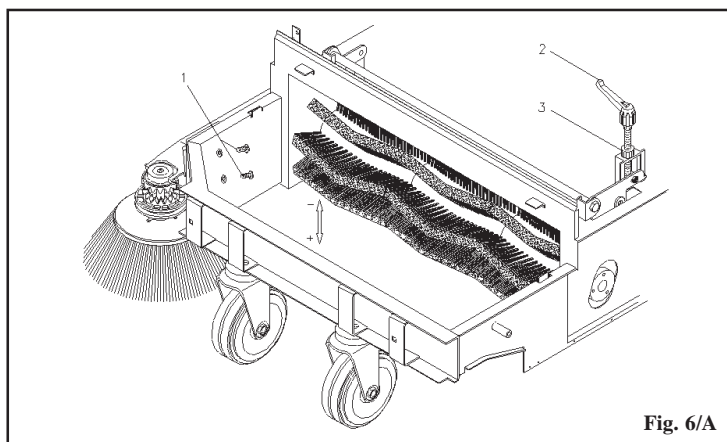

Fig. 6/A
För att reglera mittenborsten, avlägsna den övre kåpan och använd inställningsknappen genom att först lossa låsmuttern **pos. 3 Fig. 6/A** och vrid sedan handtaget **pos. 2 Fig. 6/A** i önskad riktning (medurs för att öka trycket). Lyft på handtaget så att borsten kan rotera fritt så att den inte hindrar stängningen av den övre kåpan.
### Reglering av versionen 505ET (Fig. 6/B)